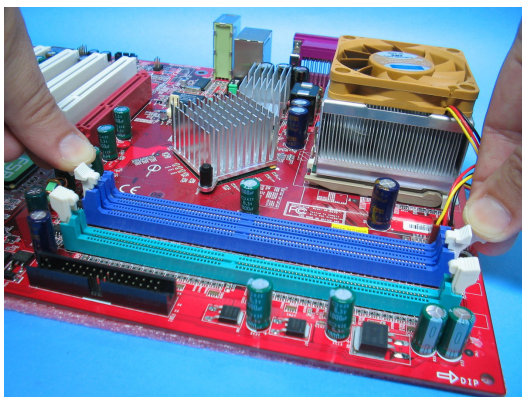

Figura 36
As placas mãe possuem soquetes, sempre próximos do processador, que servem para a instalação de módulos de memória. Observe na figura 36 que esses soquetes possuem duas alças laterais. Devemos puxar essas alças para que o módulo de memória possa ser encaixado.
- 1) Abrir as alças laterais do soquete (figura 36)